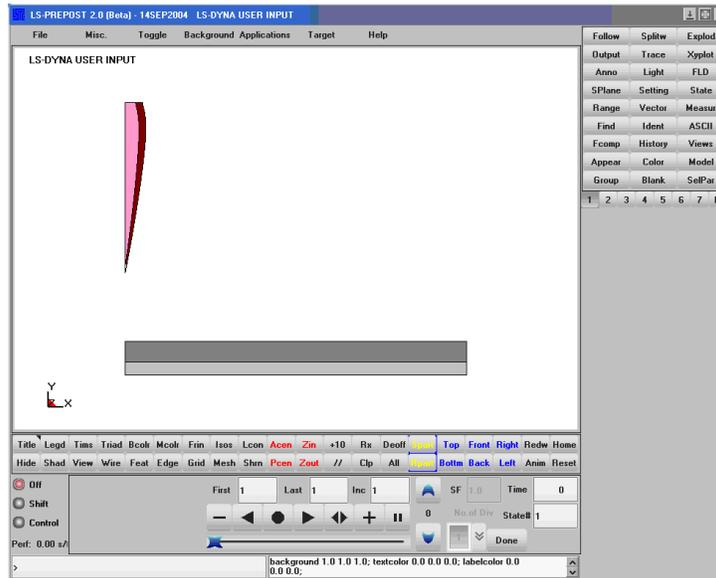

Рисунок 35. Модель сечения пули и брони в окне LS-PREPOST
- Нажимаем кнопку *Open*. В рабочем окне препроцессора открывается модель (Рисунок 35).